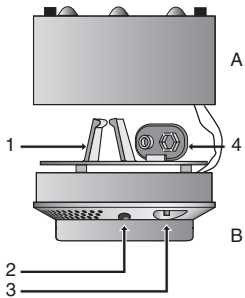

Fig. 1: Mise en service
- Enlever le détecteur d'eau (fig. 1, B) de son socle (A) en le tournant vers la gauche.
- Connecter la pile 9 V à la prise (4) et la placer dans le support prévu à cet effet (1).